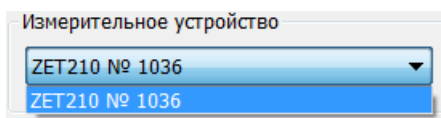

Рисунок 5.10
- при нажатии на ниспадающее меню «Измерительное устройство» отображается серийный номер устройства ZET 210, входящего в состав устройства ZET 452 (Рисунок 5.10);